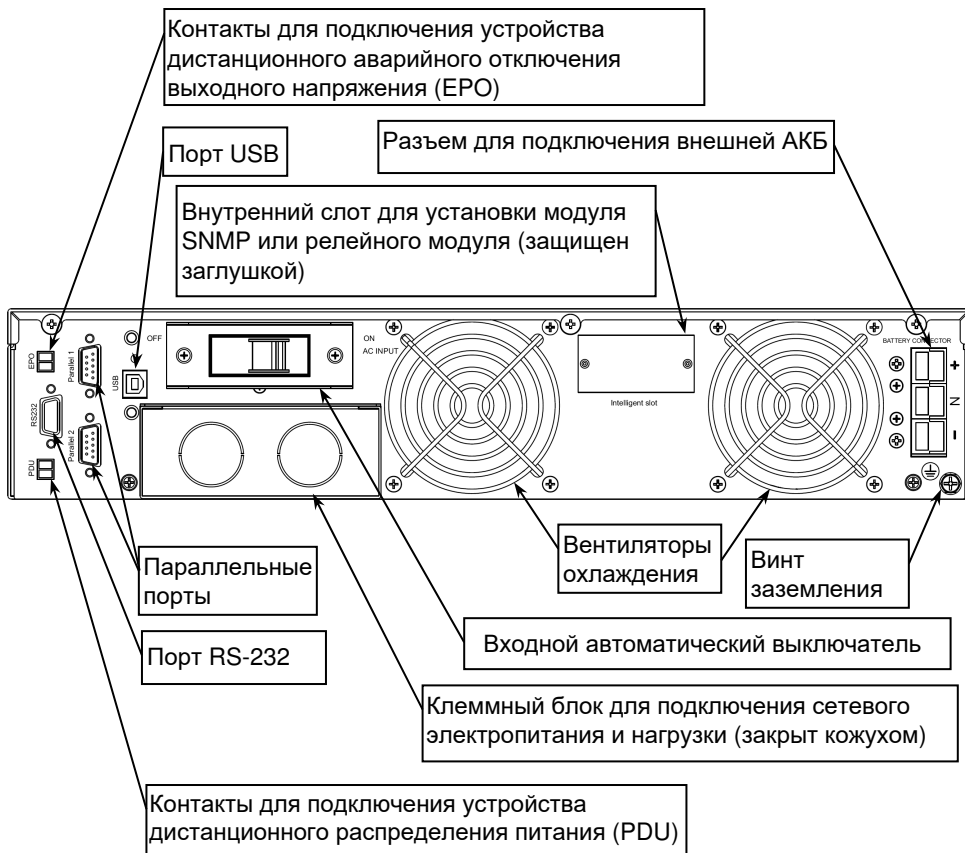
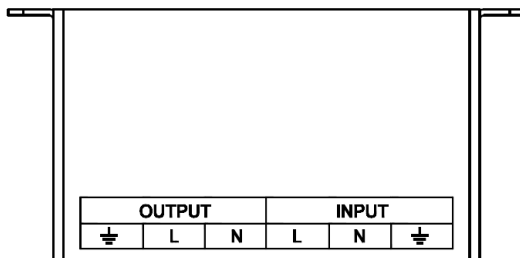

Рисунок 5 — Общий вид задней панели ИБП.
Рисунок 6 – Маркировка защитного кожуха
После монтажа ИБП в шкаф изделия необходимо выполнить подключение кабелей пользователя к ИБП (см. рисунок 5). Подключение проводов к клеммному блоку ИБП следует выполнять в соответствии с маркировкой, нанесенной на стенку кожуха (см. рисунок 6) в следующей последовательности:
- подключение кабелей к клеммному блоку следует выполнять в соответствии с маркировкой, нанесенной на стенку кожуха клеммного блока ИБП (см. рисунок 6);
- Включите входной автоматический выключатель, расположенный на задней стенке корпуса ИБП (см. рисунок 5):
Чтобы выключить изделие, нажмите и удерживайте в нажатом положении около одной секунды кнопку , пока не прозвучит звуковой сигнал. На передней панели погаснет индикатор «ИНВЕРТОР» и включится индикатор «БАЙПАС», показывая, что изделие питает нагрузку напрямую от входной сети электропитания в обход инвертора. Выключите входной автоматический выключатель, расположенный на задней стенке корпуса ИБП (см. рисунок 5). Изделие отключит выходное напряжение и, через несколько секунд, индикатор «СКАТ» погаснет.